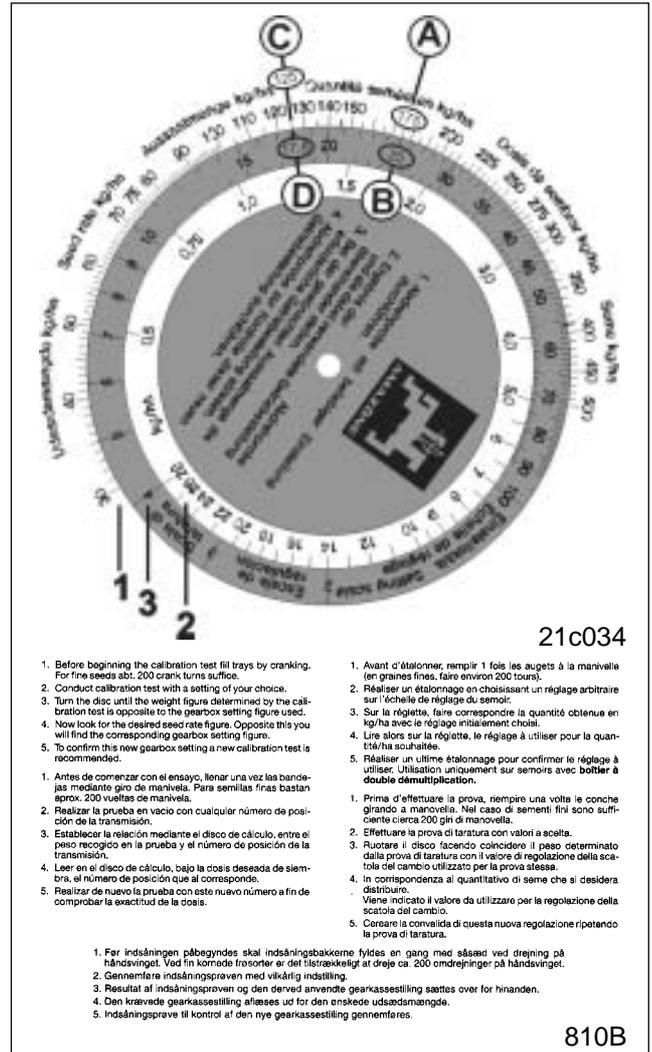

Fig. 12.10
Die Rechenscheibe besteht aus drei Skalen: einer äußeren weißen Skala (Fig. 12.10/1) für alle Aussaatmengen über 30 kg/ha und einer inneren weißen Skala (Fig. 12.10/2) für alle Aussaatmengen unter 30 kg/ha. Auf der mittleren, farbigen Skala (Fig. 12.10/3) sind die Getriebestellungen von 1 bis 100 angegeben.
- Die Aussaatmenge 175 kg/ha (Fig. 12.10/A) und die "Getriebestellung 25" (Fig. 12.10/B) auf der Rechenscheibe übereinander stellen.
- Lesen Sie nun auf der Rechenscheibe die Getriebestellung für die gewünschte Aussaatmenge von 125 kg/ha ab (Fig. 12.10/C). In unserem Beispiel ist das die "Getriebestellung 17,8" (Fig. 12.10/D).